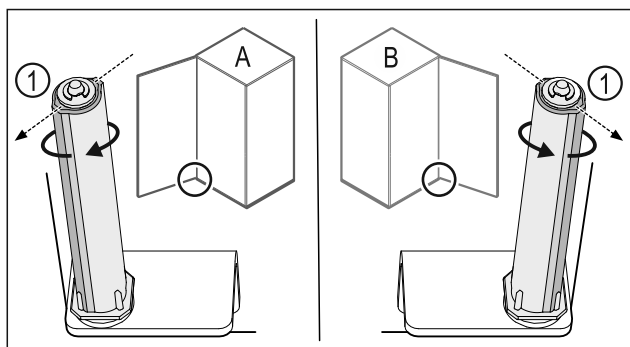

Fig. 32 Levý doraz (A) / pravý doraz (B)
- Otáčejte uzavíracím systémem proti odporu, dokud nebude lamela uzavíracího systému Fig. 32 (1) ukazovat směrem ven.